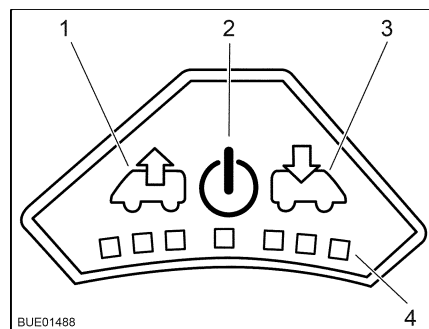

Fig. 120 Quadro comandi del ventilatore
- Accensione:** ■ Premere il tasto On/Off (Fig. 120,2). Il ventilatore funziona in modalità comfort (sfiato al numero di giri minimi del ventilatore).
- Per aumentare il numero di giri del ventilatore: Premere il tasto Sfiato (Fig. 120,1). Il numero di giri del ventilatore aumenta di uno stadio in direzione sfiato. I LED (Fig. 120,4) indicano gli stadi di commutazione.
- Per ridurre il numero di giri del ventilatore: Premere il tasto Aerazione (Fig. 120,3). Il numero di giri del ventilatore si riduce di uno stadio.
- Per aumentare il numero di giri del ventilatore: Premere il tasto Aerazione (Fig. 120,3). Il numero di giri del ventilatore aumenta di uno stadio in direzione aerazione. I LED (Fig. 120,4) indicano gli stadi di commutazione.
- Per ridurre il numero di giri del ventilatore: Premere il tasto Sfiato (Fig. 120,1). Il numero di giri del ventilatore si riduce di uno stadio.
- Premere il tasto On/Off (Fig. 120,2). Il ventilatore si ferma, i LED si spengono.